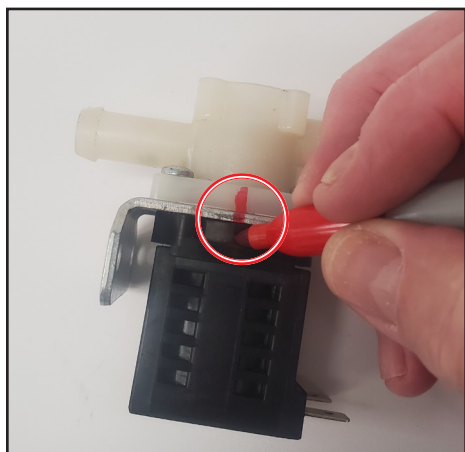

Рис. 1. Нанести контрольную черту на все детали.
1. Фломастером нанести контрольную черту на все детали, чтобы облегчить обратную сборку. См. рис. 1.